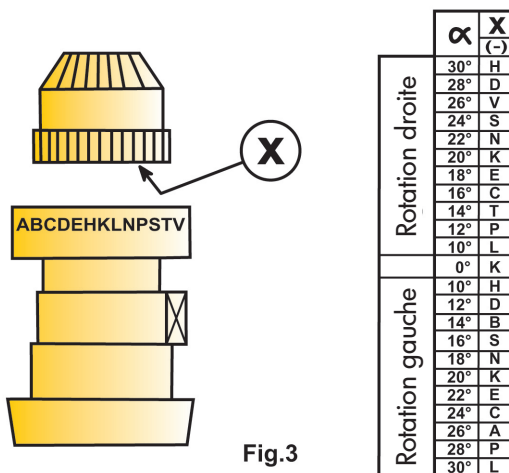

Fig.3
Le réglage du pas s'effectue au moment du montage de l'hélice sur l'arbre. Pour le montage, vous devez utiliser les lettres et repères montrés dans la figure 3 et 4. La même hélice peut être utilisée pour une rotation droite ou gauche.
C. Insérez le pignon conique central (6) dans son logement sur le moyeu (1). Positionner la dent marquée par une entaille sur le dessous en face de la lettre correspondant à l'angle voulu, représenté par le "X" sur la figure 3.